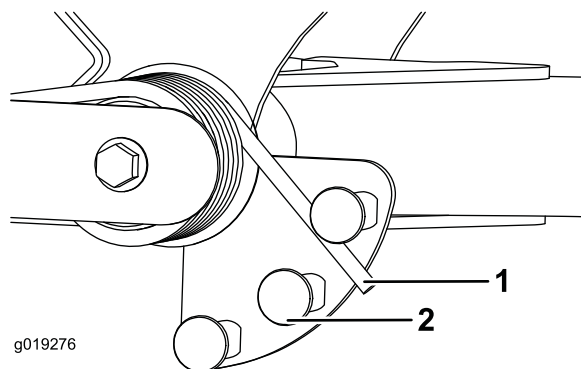

Figura 33
2. Insira um tubo ou objeto semelhante na extremidade da mola comprida e incline-a em redor do atuador da mola para a posição desejada (Figura 33).